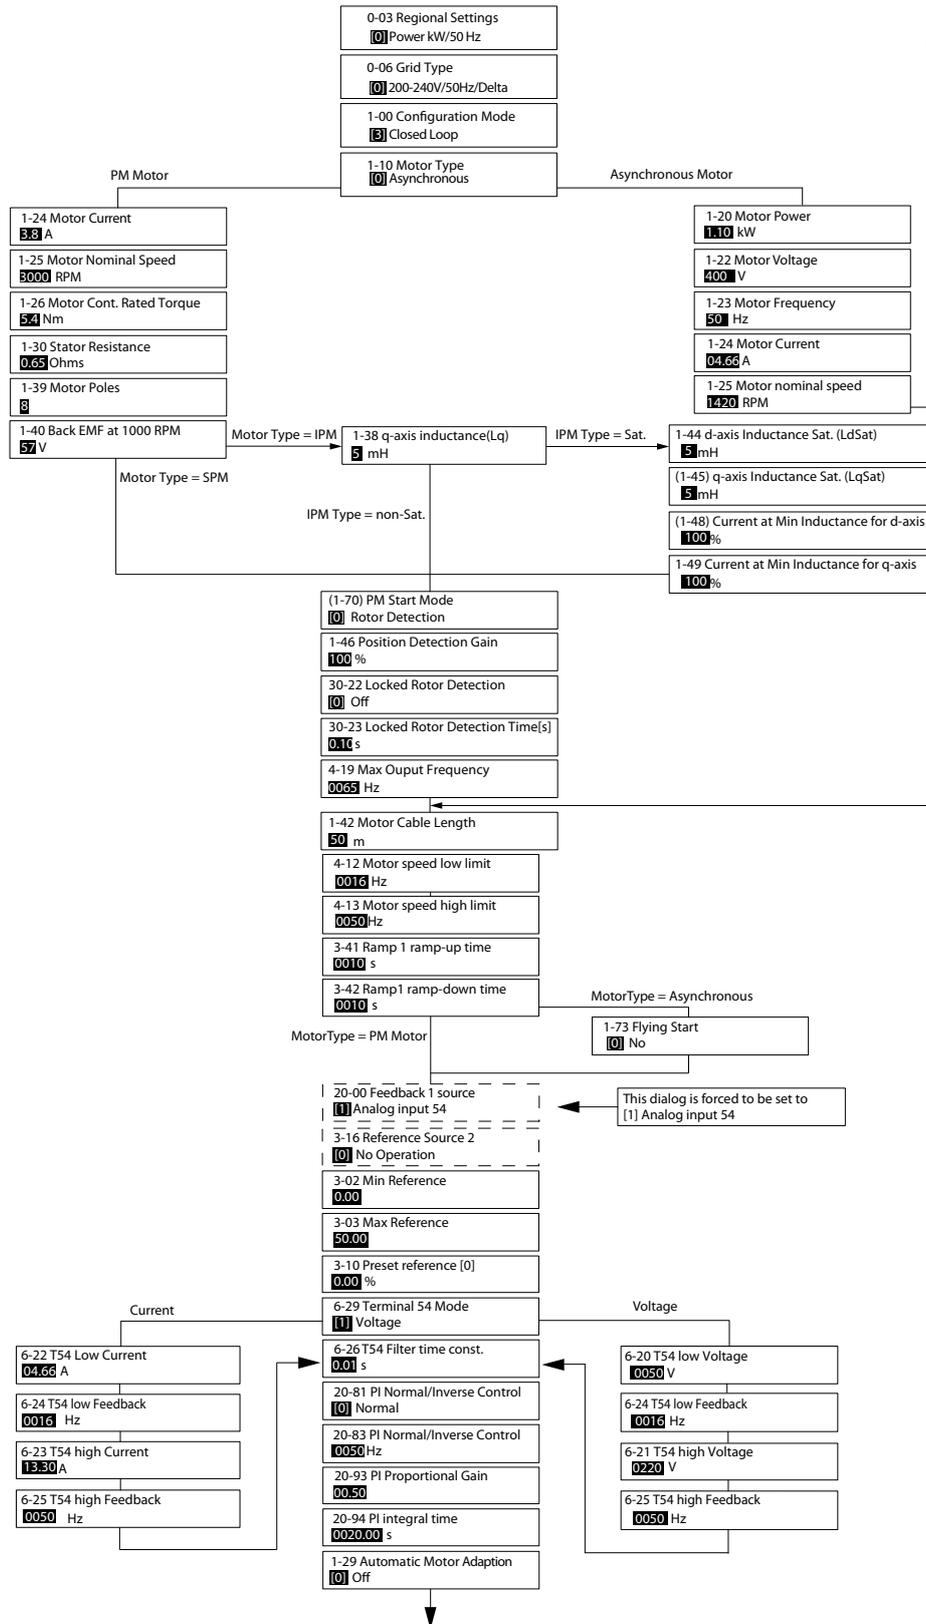

Abbildung 2.5 Einrichtungsassistent für Anwendungen mit Regelung mit Rückführung
- Assistent für Anwendungen mit Regelung mit Rückführung. Nähere Angaben finden Sie in Abbildung 2.5.